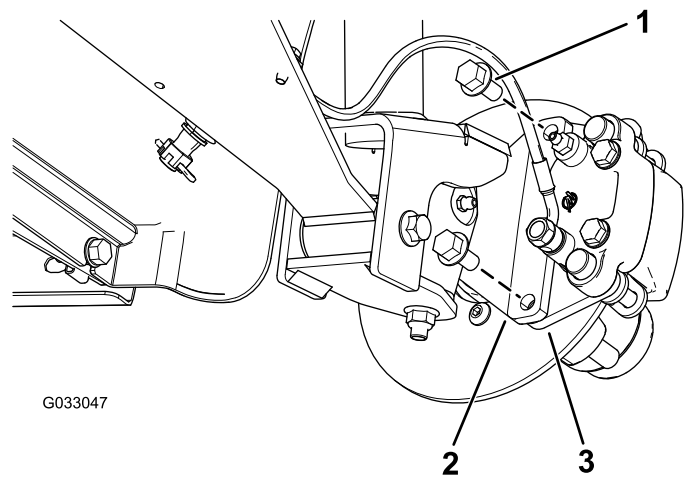
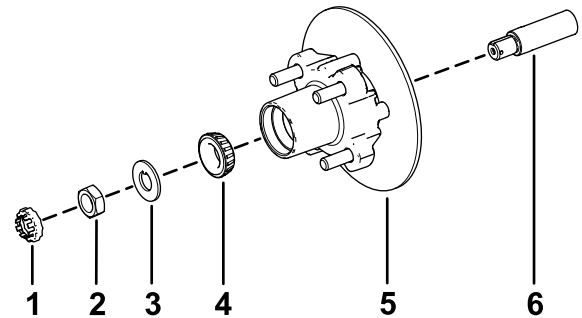

Figura 29
Figura 33
3. Retire os parafusos de cabeça flangeada ( $\frac{3}{8} \times \frac{3}{4}$  pol.) que prendem o suporte para o conjunto dos travões ao eixo e afaste o travão do eixo (Figura 29).
1. Aplique uma leve camada do lubrificante especificado no eixo (Figura 33).
2. Monte o cubo e o rotor no eixo com o rotor interior (Figura 33).
3. Monte o rolamento exterior no eixo e coloque o rolamento na correia exterior (Figura 33).
4. Monte a anilha com patilha no eixo (Figura 33).
5. Enrosque a porca do eixo no eixo e aperte a porca com 15 N·m, enquanto roda o cubo para assentar o rolamento (Figura 33).
2. Alinhe as pastilhas dos travões com cada lado do rotor (Figura 29) e os orifícios no suporte da pinça com os orifícios na montagem dos travões da estrutura do eixo (Figura 33).
3. Prenda o suporte da pinça à estrutura do eixo (Figura 29) utilizando os dois parafusos de cabeça flangeada ( $\frac{3}{8} \times \frac{3}{4}$  pol.)